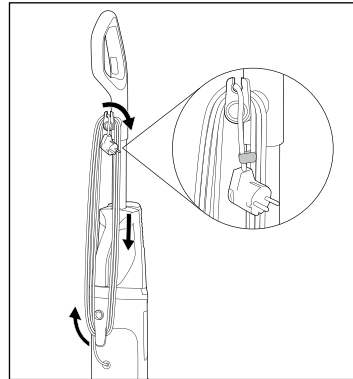

Abb. 44
- ◆ Wickeln Sie das Netzkabel **17** vollständig um die beiden Kabelhalter oben und unten **16/20** (siehe Abb. 44).